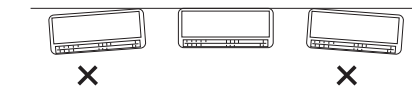

Abb. 3-81
- (2) Zusätzlich mit Hilfe einer Wasserwaage oder eines Messbands sicherstellen, dass die Rückwand horizontal positioniert ist. Dies ist für den vorschriftsmäßigen Einbau der Einheit wichtig. (Abb. 3-81)
- (3) Sicherstellen, dass die Rückwand mit der Wand bündig ist. Jeglicher Abstand zwischen Einheit und Wand verursacht Geräusche und Vibrationen.